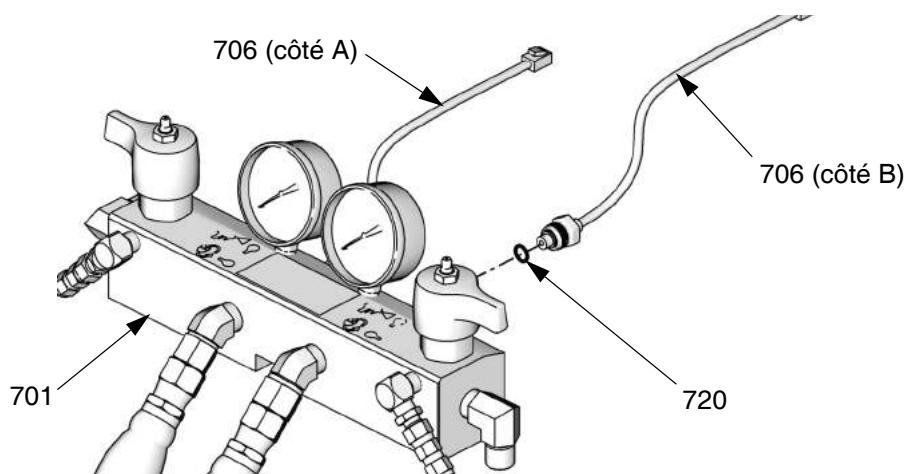

FIG. 6. Capteurs
6. Installez un joint torique (720) sur un capteur neuf (706), FIG. 6.